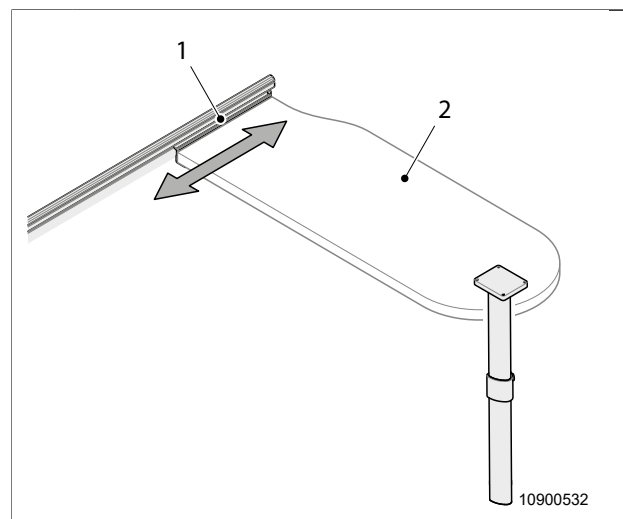

Fig. 22 Tavolo sospeso
1. Sollevare il piano del tavolo (Fig. 22, pos. 2) verso destra.
2. Spostare il tavolo in posizione sollevata lungo il binario guida superiore (Fig. 22, pos. 1) nella posizione desiderata.